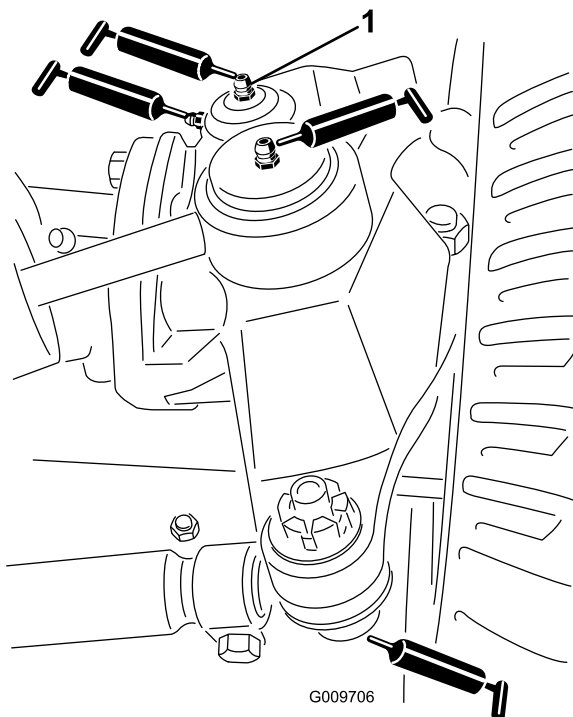

Figura 21
- Giunti sferici (2) del cilindro di sterzo (Figura 21)
- Giunti sferici (2) del tirante (Figura 21)
- Boccole (2) del perno del fuso a snodo (Figura 21). **Il raccordo superiore sul perno del fuso a snodo richiede soltanto una lubrificazione annuale (2 pompate).**